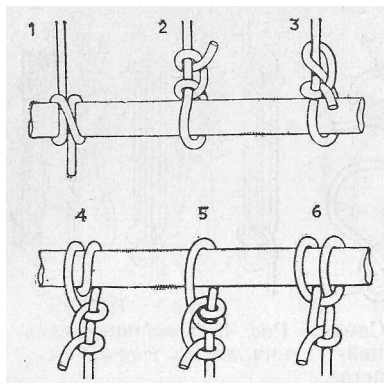

Рис. 46. Основные виды штыков.
*Выбленочный узел.* Два шлага троса образуют простой и весьма распространенный выбленочный узел (рис. 46,1). При работе с тросами левой свивки шлагги накладывают по часовой стрелке. Следует учитывать, что выбленочный узел плохо держится на толстых предметах.
*Простой штык* (рис. 46,2). Трос, обвязанный вокруг коренной части двумя полуштыками, образует широко применяемый надежный узел—простой штык. Его используют для вязания тросов вокруг предметов любых форм и размеров: круглых и прямоугольных, крупных и небольших.
*Обратный штык* (рис. 46,5). Трос, обвязанный вокруг коренной части узлом наподобие «восьмерки», образует обратный штык, очень надежный, но